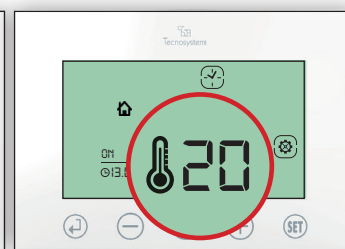

Fig.12
2.4 Impostare la temperature desiderata per la fascia F2 (es. 20 °C) e confermare con (↩). (Fig.12)